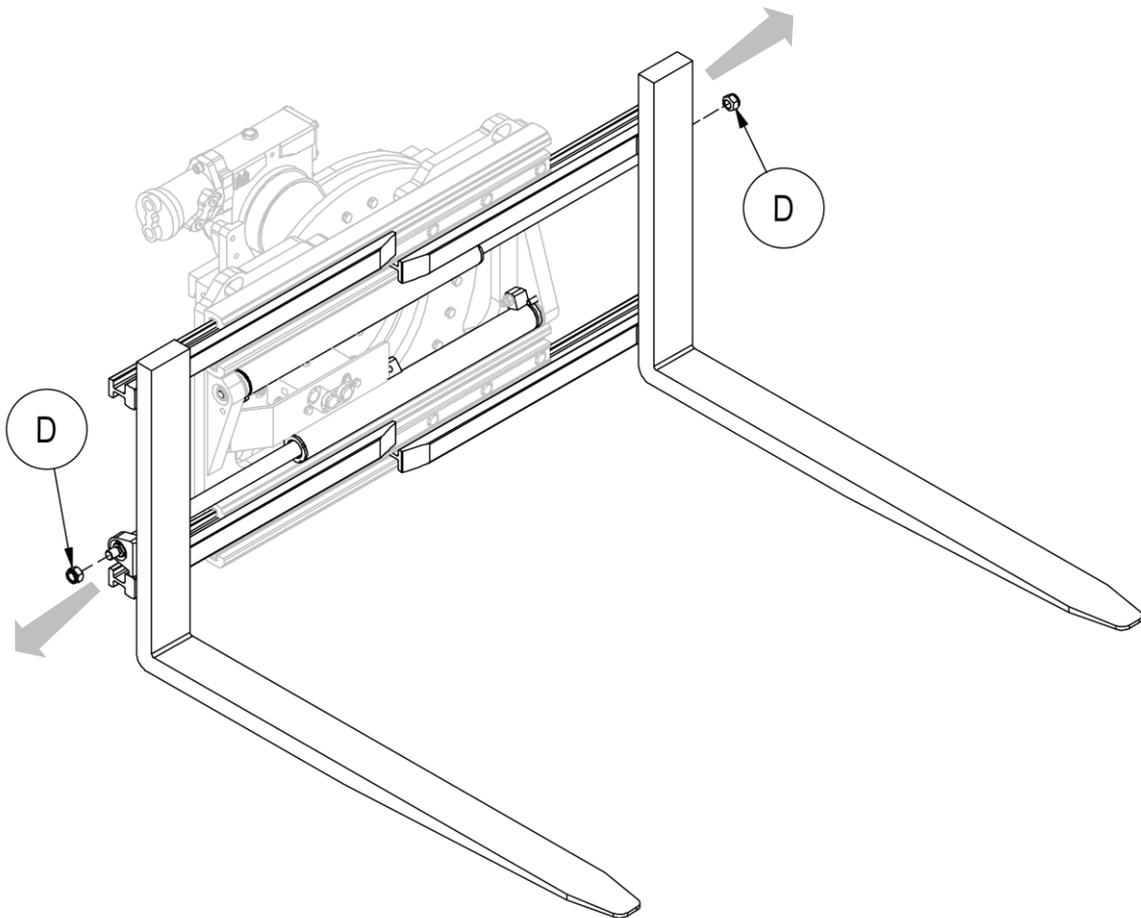

Figura 30
3. Rimuovere i dadi **D** che vincolano i cilindri alle forcelle (vedi *Figura 30*).